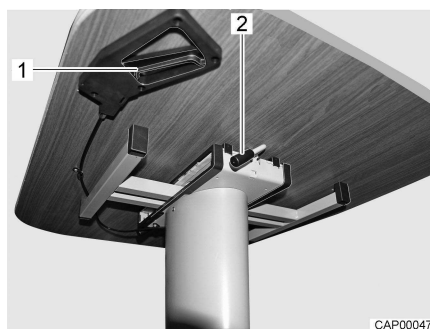

Bild 41 Förskjut lyftbordet
- Skjut spaken (Bild 41,2) sväng den nedåt tills den står lodrät nedåt.
- Sväng spaken (Bild 41,2) uppåt tills bordsskivan har fixerats.
- Dra i låshandtaget (Bild 41,1).
- Släpp låshandtaget (Bild 41,1). Bordsskivan stannar i den inställda positionen.